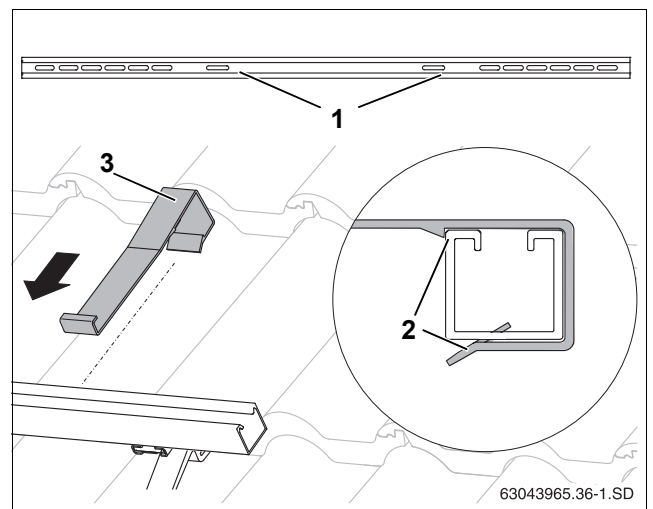

Рис. 34 Установка крепления от сползания
- ▶ Крепления от сползания (рис. 34, [3]) наденьте снаружи на профильные рейки так, чтобы они вошли во внутренние продольные отверстия (рис. 34, [1]) до защелкивания (рис. 34, [2]).